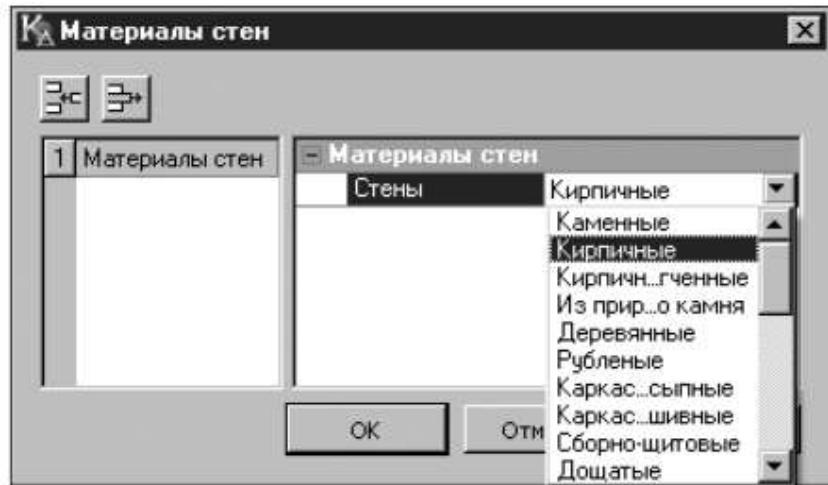

Рисунок 23– Материалы стен
23), в котором с помощью кнопки **Добавить** создайте свойство и в правой части диалога выберите для него значение из списка – *Кирпичные* (рис. 23). Нажмите кнопку **OK**.